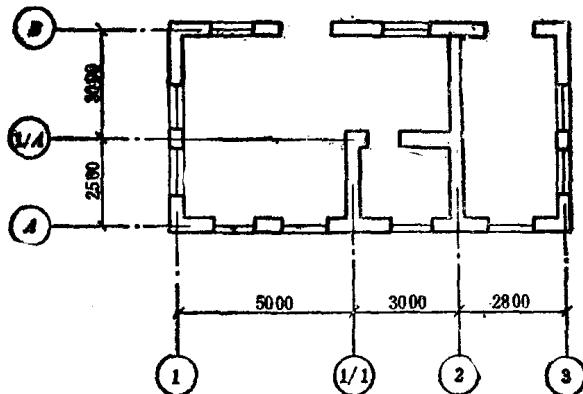

图 1—1 建筑物的定位轴线
(2) 定位轴线 将建筑物中的墙、柱等承重结构的轴线用点划线引出，在端部画有圆圈并在圈内编号。编号顺序水平方向采用阿拉伯数字从左到右，垂直方向采用大写汉语拼音字母从下到上，如图1—1所示。